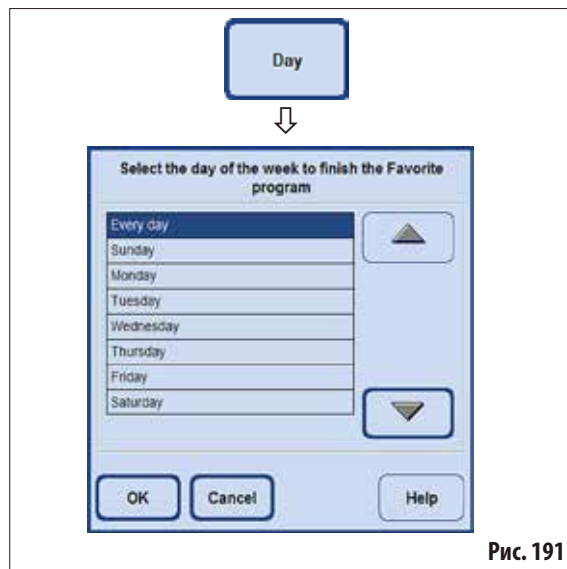

Рис. 191
- Выберите в списке нужный день недели и подтвердите выбор кнопкой **OK** (рис. 191).